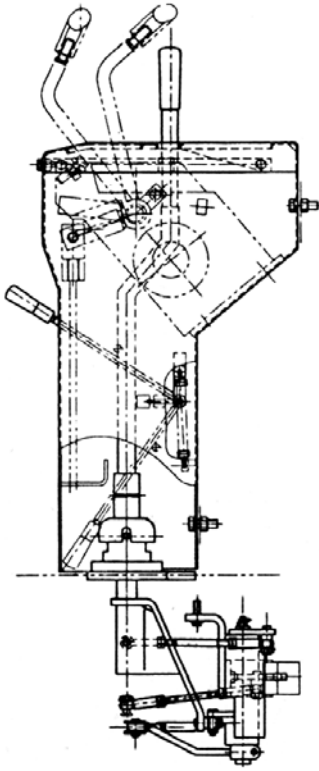

Рис. 5-37.
1. Управление рычагом переключения передач (Рис. 5-37).